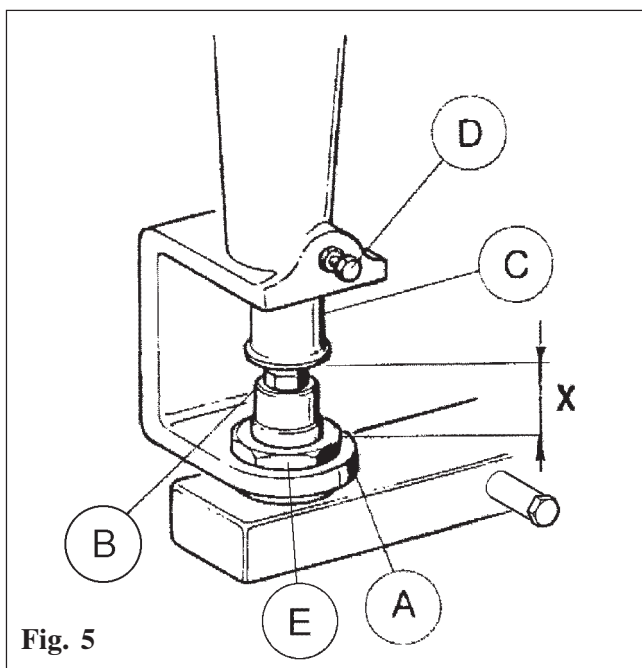

Fig. 5
- Desenrosque la tuerca (Fig. 5 pos. E)